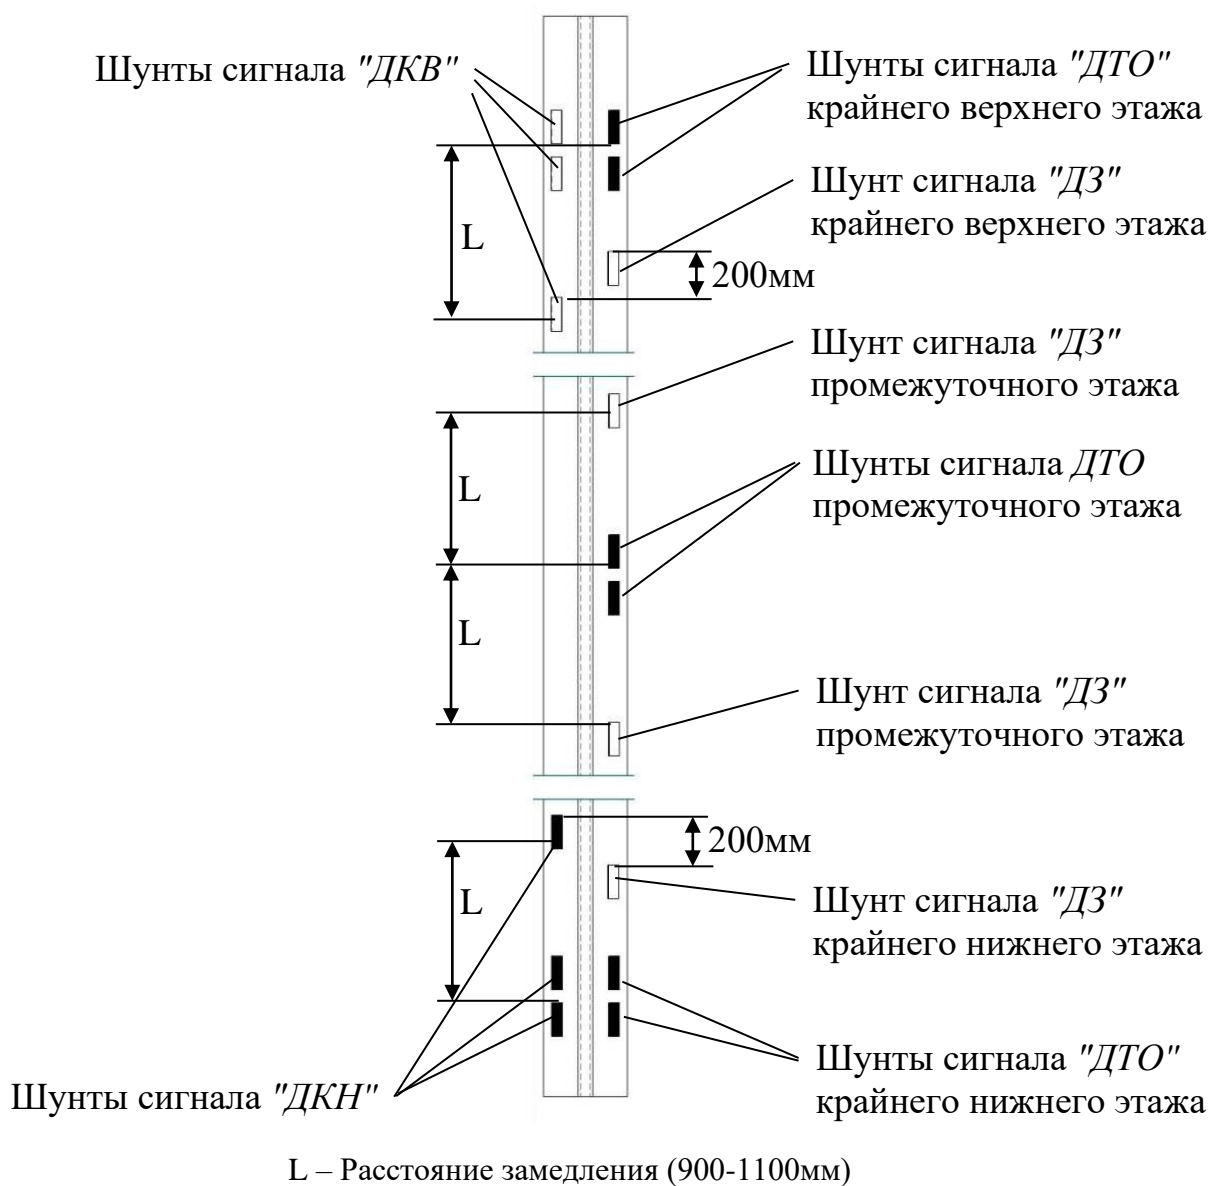

Рис. 2
4.9. Для генерации необходимых сигналов для определения положения лифта шунты магнитные размещаются на направляющей, как представлено на Рис. 2. (Полярность шунтов обозначена цветом)
6.6. Очистить места установки шунтов магнитных от грязи, пыли и масляных отложений. Двигаясь по шахте в режиме ревизии, установить шунты магнитные на направляющую стороной, на которой наклеен двухсторонний скотч, с учетом цветовой маркировки полюсов согласно Рис. 2, не снимая защитную пленку со стороны скотча для возможной последующей регулировки. При движении контролировать зазоры по п.6.3. и убедиться, что датчики не задевают выступающие части крепления направляющих, кронштейнов клемных коробок и т.д.